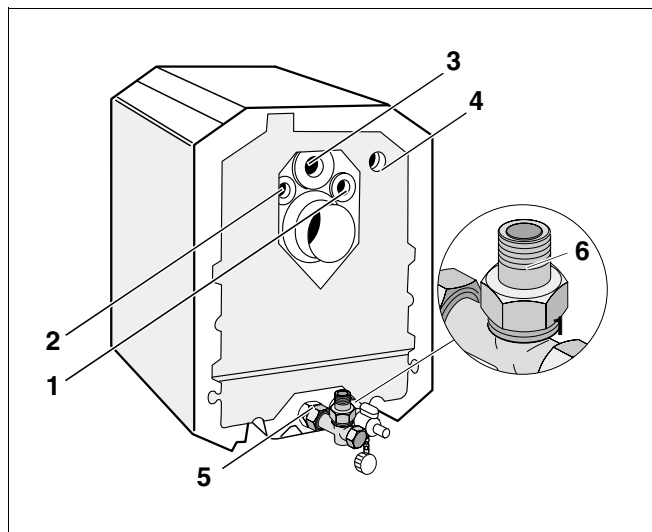

Fig. 21 Retur cazan Logano G115
- Returul de incalzire trebuie conectat intotdeauna la (fig. 21, **poz. 6**) elementul de legatura R1 al elementului T.
- Racordarea turului de incalzire (fig. 21, **poz. 3**) in mijloc deasupra racordului gazelor de ardere.
- Racordul pentru tur al boilerului poate fi la alegere in dreapta (fig. 21, **poz. 1**, pagina 28) sau in stanga (fig. 21, **poz. 2**, pagina 28) turului incalzirii (fig. 21, **poz. 3**, pagina 28).